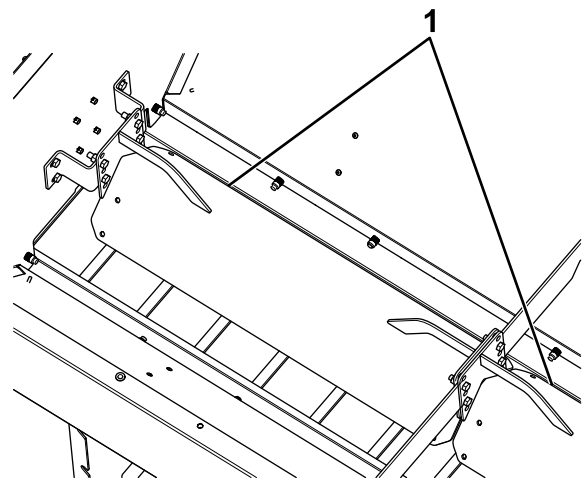

Bild 22
4. Lösen Sie die Befestigungsmittel, mit der das Ablenkblech an der Innenseite des Streuers befestigt ist (Bild 22).
5. Schieben Sie das Ablenkblech nach oben oder unten und befestigen Sie es wieder mit den zuvor entfernten Befestigungen in der gewünschten Höhe (Bild 22).